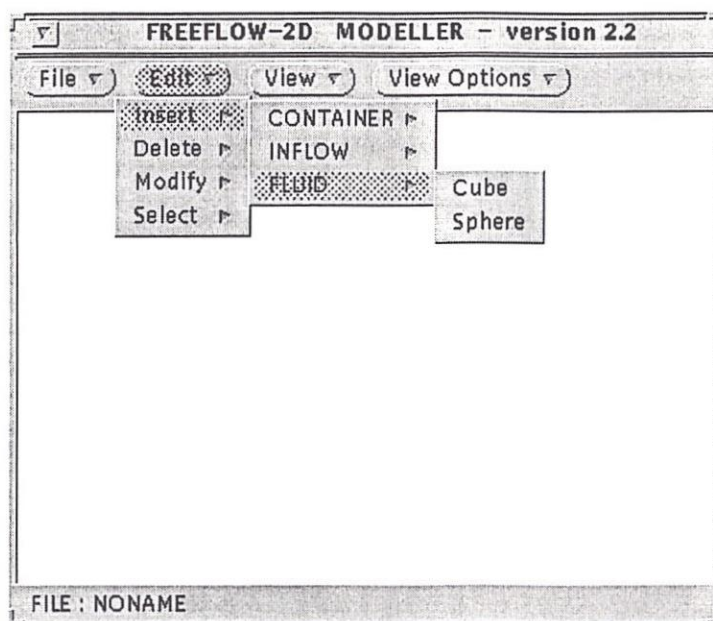

Figura 1.31: Opções do *Fluid*
-*Fluid*: pode se inserir dois tipos de fluidos, como mostra a figura 1.31.